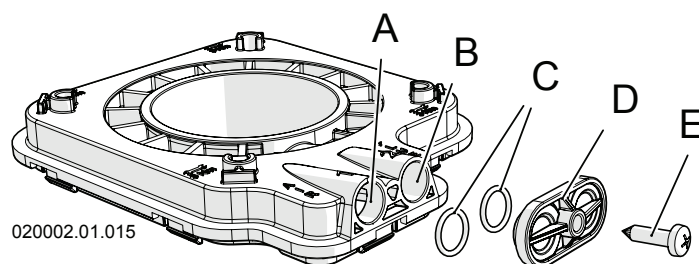

Figura 6-9 - Prese di analisi combustione
- 3.-collegare un analizzatore di combustione nella apposita presa sul raccordo di scarico fumi "B" (Figura 6-9);